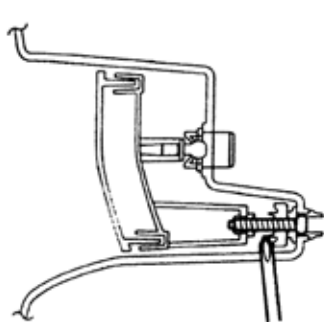

图 9-51
6)调整雾灯光束。转动修正螺钉可以在垂直方向上调整雾灯光束，如图 9-51 所示。